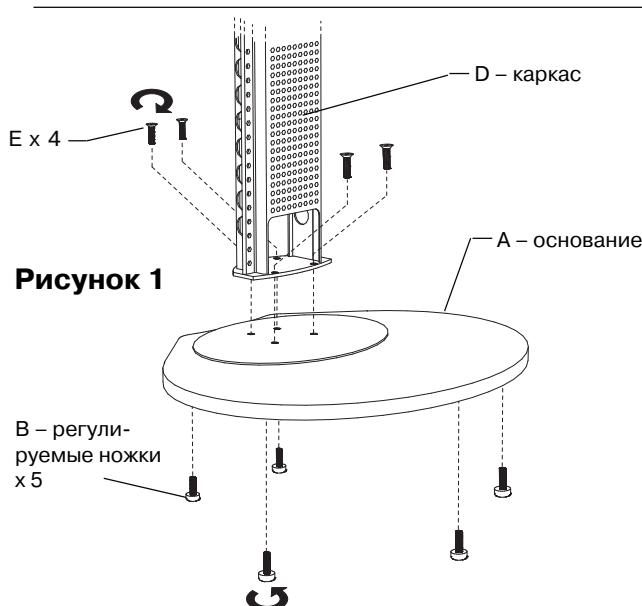

Рисунок 1
ложенные на обратной стороне основания (A) (Рис.1)
3. Прикрепите каркас (D) к основанию (A) с помощью 4 винтов с плоской головкой 3/8x1.25" (E) и большого шестигранного ключа, входящего в комплект поставки (Рис.1)